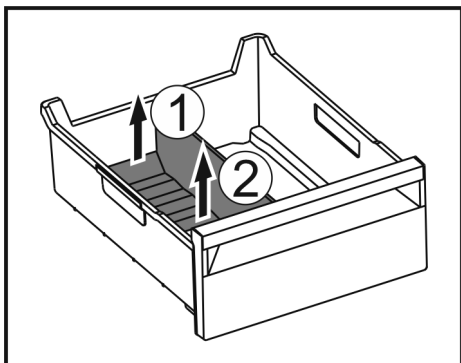

Fig. 183
- ▶ Tõstke jääkambrieraldaja tagumine osa üles. Fig. 183 (1)
- ▶ Võtke jääkambrieraldaja ülespoole välja. Fig. 183 (2)